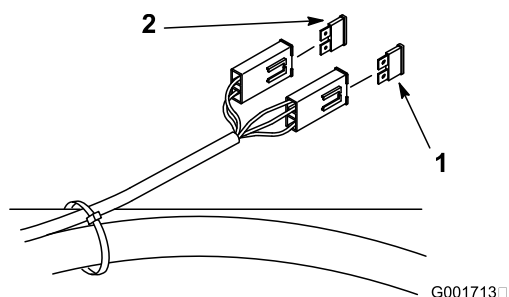

Figura 41
1. Desenganche el asiento y levántelo para tener acceso al portafusibles (Figura 41).
3. Instale un fusible nuevo (Figura 41).